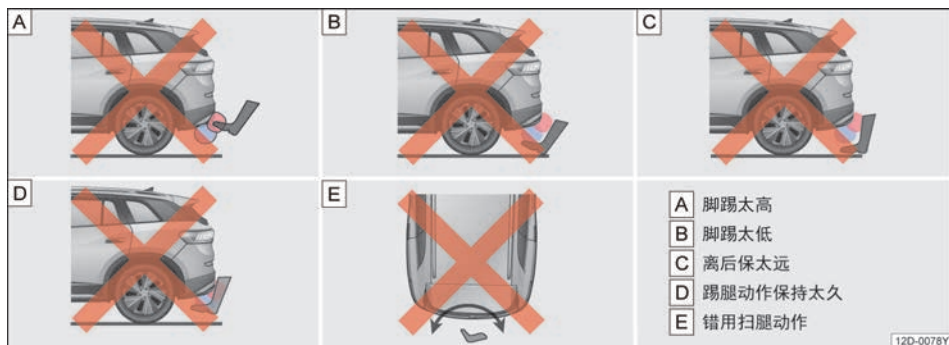

图 55 脚踢激活感应式行李厢盖开启或关闭的错误动作示范
- 2、脚踢太高、太低或是离后保太远→图 55 [A]、[B]、[C]
- 3、踢腿动作在后保下保持太久（超过 1 秒）→图 55 [D]
- 4、使用错误的踢腿动作（比如：来回扫腿）→图 55 [E]